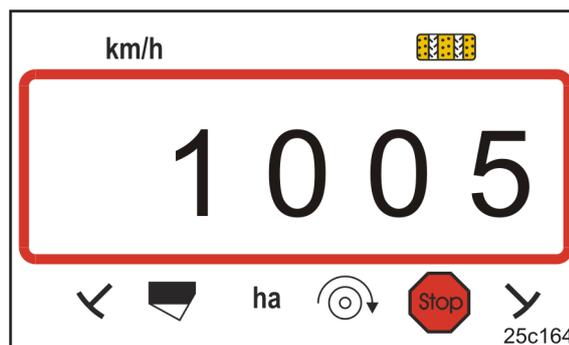

図 20
- ディスプレイ (図 20) はキャリブレーション値 (1005 Imp./100 m など) を表示します。